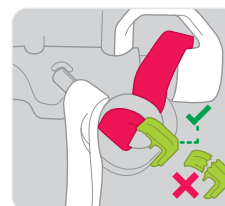

Figure 7
- Vérifiez la lisibilité des marquages du produit. • Vérifiez que la goupille de déclenchement n'est pas endommagée, déformée, corrodée ou fissurée. Vérifiez qu'elle n'est pas désengagée. Vérifiez que le cordon de déclenchement rouge est positionné sous la goupille de déclenchement et que la corde de charge est enroulée autour de la goupille de déclenchement (voir Figure 7).
- Vérifiez que la pince de la goupille de déclenchement verte est présente et en bon état — vérifiez qu'elle n'est pas endommagée, déformée ou fissurée (voir Figure 7).